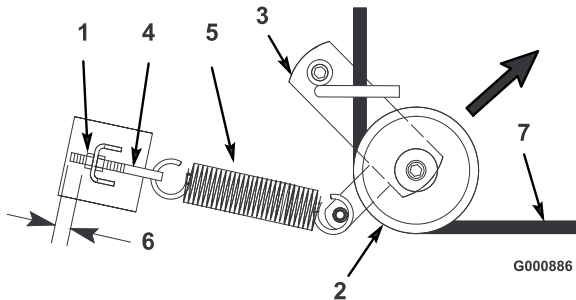
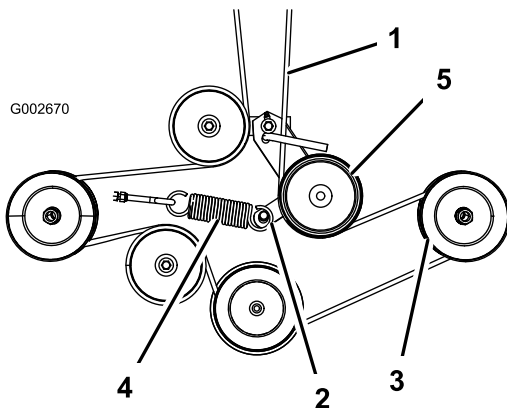

Figure 52
Figure 53
4. Tirez la poulie de tension dans la direction indiquée (Figure 52) et retirez la courroie des poulies.
- Faites passer la courroie neuve dans le bras de la poulie de tension et autour de celle-ci (Figure 52).
- Tirez la poulie de tension dans la direction indiquée à la Figure 52 et acheminez la courroie autour des autres poulies (Figure 53).
Remarque: Vérifiez que 3 mm (1/8 pouce) de filetage du boulon à œil est visible (Figure 52).